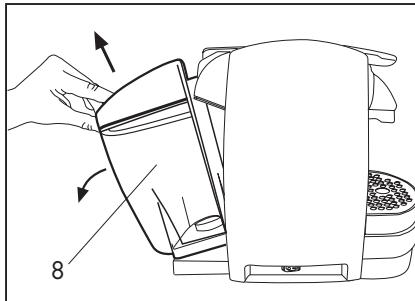

Fig. 1
- Extraer el depósito (8) girándolo externamente y levantándolo hacia arriba. (**Fig.1**)